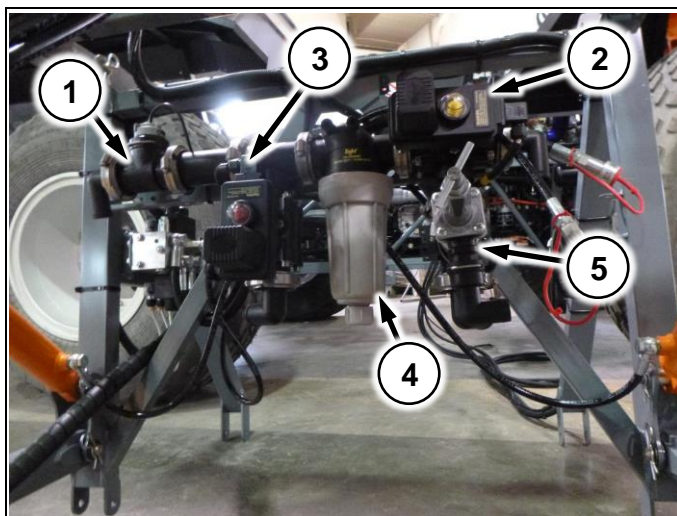
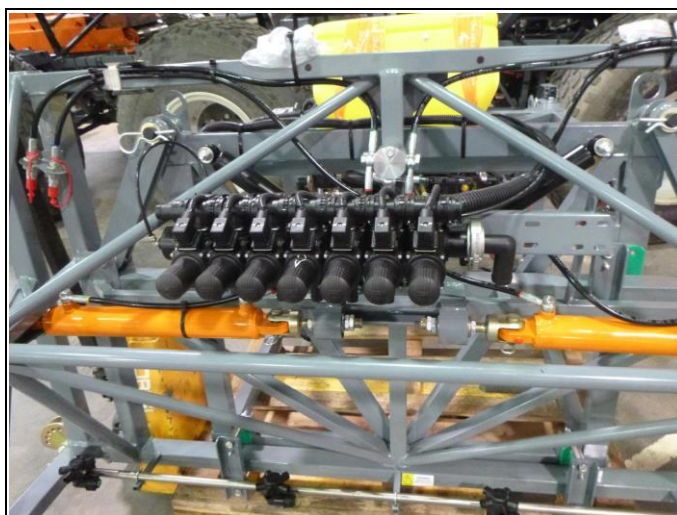

Рис. 68
Рис. 69
Распределительная аппаратура состоит из частей – блока секционных клапанов (Рис. 69) и блока управления расходом (Рис. 68/1) – расходомер (Рис. 68/2) – главный клапан (Рис. 68/3) - регулировочный клапан (Рис. 68/4) – корпус фильтра тонкой очистки (Рис. 68/5) – предохранительный клапан
1. М – главный клапан (Рис. 68/2)
2. R – регулирующий клапан (Рис. 68/3)
3. Расходомер (Рис. 68/1) и датчик скорости подключаются в 3х.-контактные герметичные разъемы (См. схему в кратком руководстве по электрооборудованию)